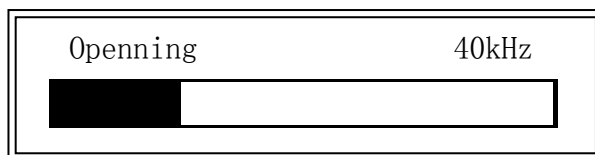

图 4-7 开路扫频清零
- **OpSWP** 按下软键，将进行扫频开路清零，并显示如图 4-7 所示的清零进程框。在清零过程中，**ESC** 软键可用，用来中止扫频开路清零，仪器存储的依然是以前的开路清零数据。